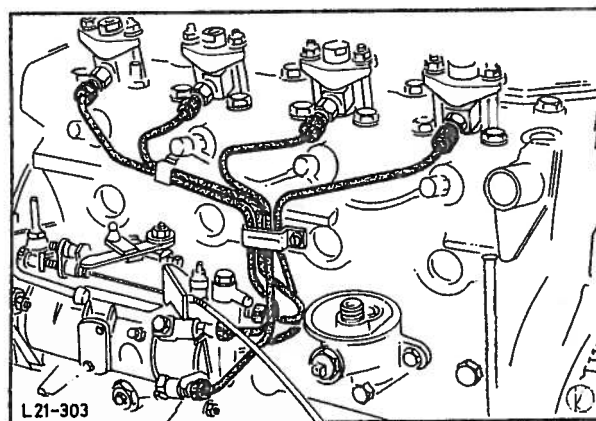

Fig. 84 Montering av innsprøytningsrør.
63. Monter innsprøytningsdysene løst med varmebeskyttelsesplater og tetningsringer. Fest innsprøytningsrørene til dysene og til innsprøytningspumpen. Trekk deretter til dysene, fig. 84.